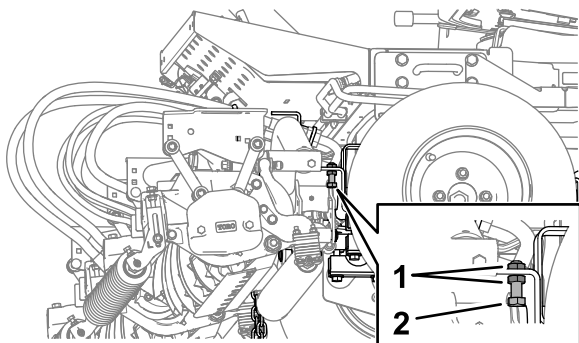

Bild 26
1. Lösen Sie auf jeder Seite der Maschine die Kontermuttern und entfernen Sie die Anschlagschrauben des Hubarms (**Bild 26**).